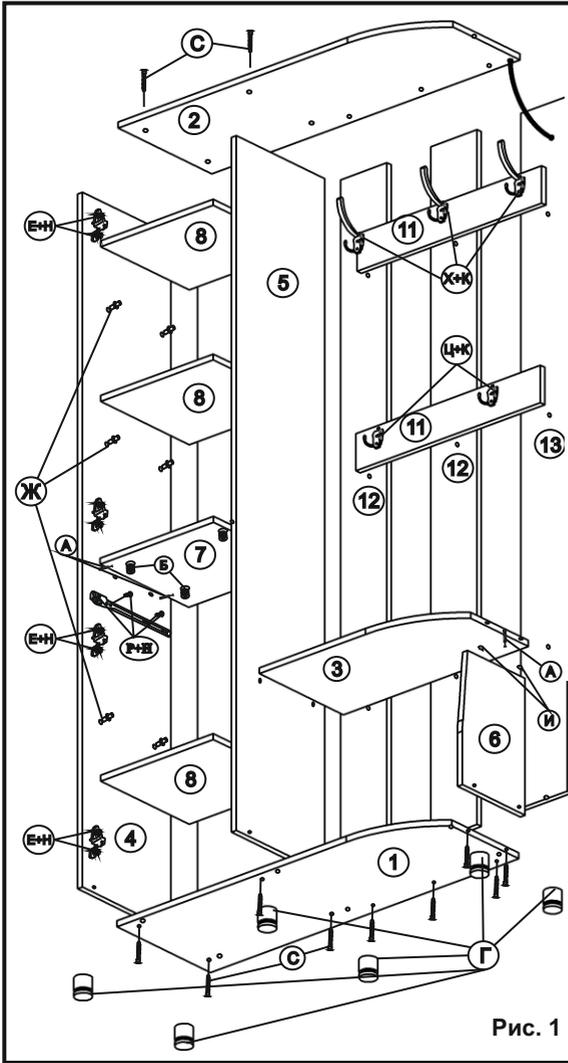
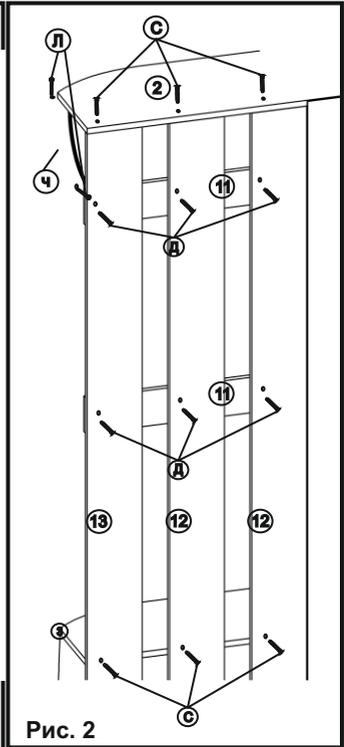

Рис. 1
Рис. 2
С помощью крестовой отвертки установить винты эксцентриков (А) в отверстия горизонтального щита (3) и боковых стенок пенала (4) и (5). Установить эксцентрики (Б) и шканты (И) в отверстия полки стяжной (7) и боковой стенки (6) согласно схеме сборки (рис. 1, рис.2).
Поднять и поставить полученный модуль на опоры. Закрепить конфирматами (С) через сквозные отверстия в вертикальных рейках (12) и (13) горизонтальный щит (3) . Планки основные (11) закрепить с помощью саморезов (Д) согласно схеме на Рис. 2. Закрепить кронштейн (Ч) винтом (Л) к вертикальной рейке (13).
Мебельные крючки (Х) и (Ц) закрепить на планках основных (11) саморезами (К) (рис.1). Установить петли (Е) в отверстия дверей (9) и (10) и закрепить саморезами (К) (рис.5). Ручку (З) закрепить на дверях (9) и (10) винтами (Л) . Двери (9) и (10) закрепить евровинтами (Н) к боковой стенке (4). Полки (8) установить на полкодержатели(Ж) .